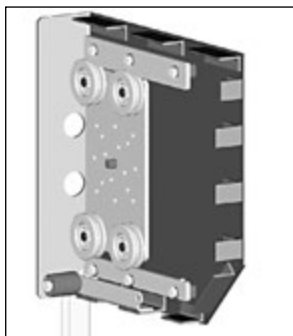

Рис.1.1 Крышка SF360/S, в сборе.
- с использованием боковых крышек SF360/S и защитного короба SB45/360 (рис. 1.1);